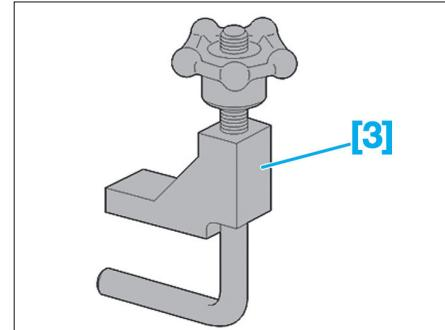

Fig. 4
- [3] Pince courroie (réf : 0188.K) (**Fig.4**).